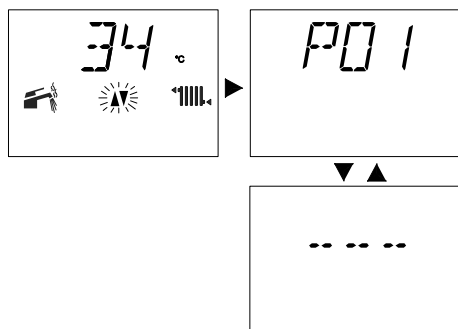
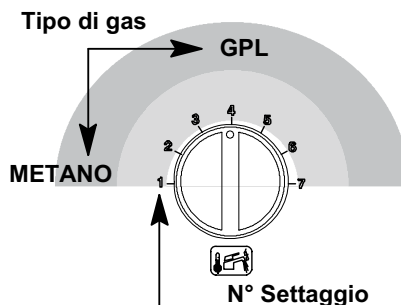

Fig. 8.4
Fig. 8.7
- Premere il pulsante di ripristino 12 in Fig. 8.4 per lo scorrimento dei vari parametri sino al raggiungimento del parametro **P05** valido per il settaggio del Tipo di gas; sul display LCD compare la seguente visualizzazione (la sequenza **P05** si alterna a **01**).
Esempio: Se il tipo di gas di alimentazione è il GPL (G30-G31) e la caldaia è predisposta per il funzionamento con il gas Metano (G20) ruotare la manopola 10 in Fig. 8.4 come in Fig. 8.7.
- Premere il pulsante di ripristino 12 in Fig. 8.4 per il raggiungimento del parametro **P06** valido per il settaggio del Tipo di gas (secondo livello); sul display LCD compare la seguente visualizzazione (la sequenza **P06** si alterna a **01**).
- Per cambiare il settaggio ruotare la manopola regolazione temperatura sanitaria 10 in Fig. 8.4 e posizionarla sulla posizione prescelta vedi anche Fig. 8.11.